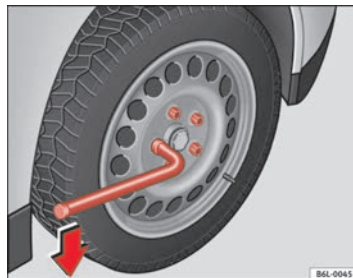

Fig. 127 Cambio di una ruota: allentare le viti della ruota
- Afferrare la chiave il più possibile verso l'estremità e ruotarla di circa un giro verso **sinistra** ⇒ **fig. 127**.